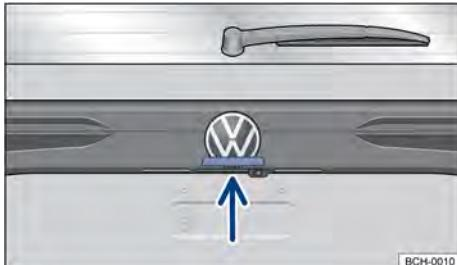

Fig. 59 Na tampa traseira: botão para abrir a tampa traseira.
- Para abrir a tampa traseira pressionar o botão → Fig. 59 e erguer a tampa traseira.